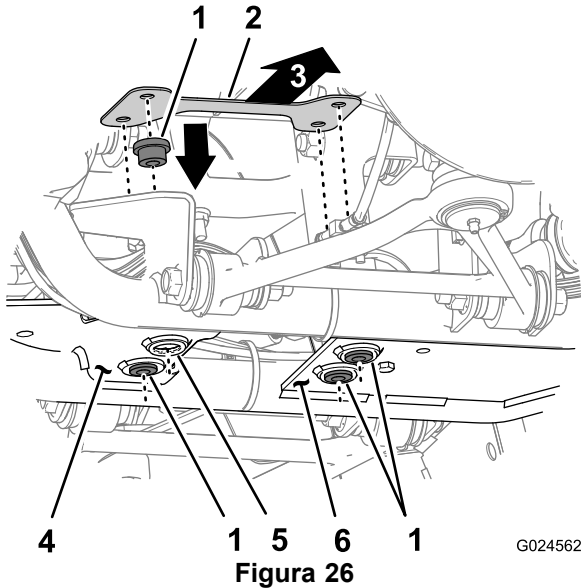

Figura 26
1. Introduzca los 4 soportes antivibratorios a través de los taladros de las placas de apoyo delantera y trasera del diferencial (Figura 26).
2. Coloque una placa de montaje encima de los soportes antivibratorios, con la brida que conecta dos juegos de taladros de la placa situada en el lado del pasajero del vehículo (Figura 26).